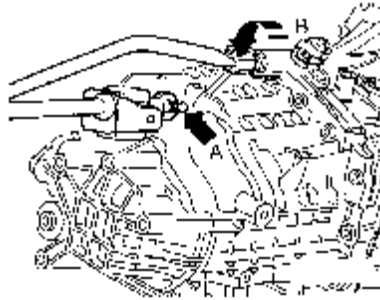

图 9-19 拆卸换挡操纵机构
(3) 分开三元催化装置后排气装置，如有必要，拆卸前排气装置。
(4) 旋出图 9-19 箭头 B 所示内六角螺栓，拆卸排气装置上方的前隔垫板，将换挡机构罩壳随同换挡杆（图 9-19 中箭头 A）和推杆向下回转并取出。
(7) 拆除变速杆和推杆，旋出内六角螺栓，从变速箱中拆除换挡操纵机构（见图 9-19）。